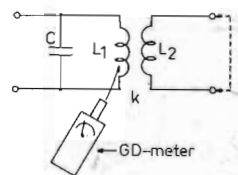

Fig 3
Bestäm först med hjälp av grid-dip-metern f_0 med L_2 öppen, se fig. 3. Kortslyt L_2 och variera avståndet mellan L_1 och L_2 tills resonansfrekvensen hos kretsen sjunker till det enligt ekv. (4) beräknade värdet på f_k .